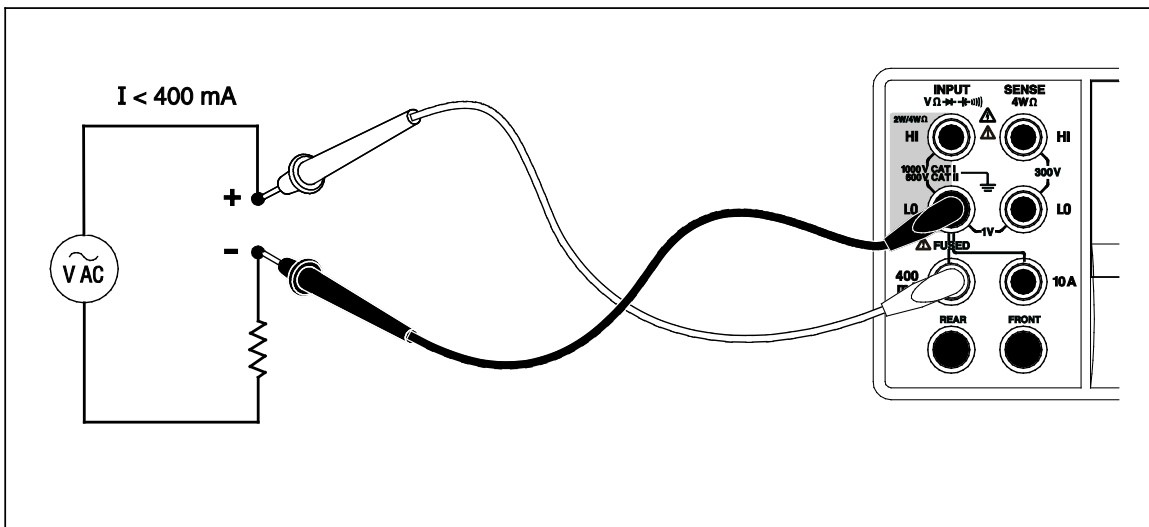
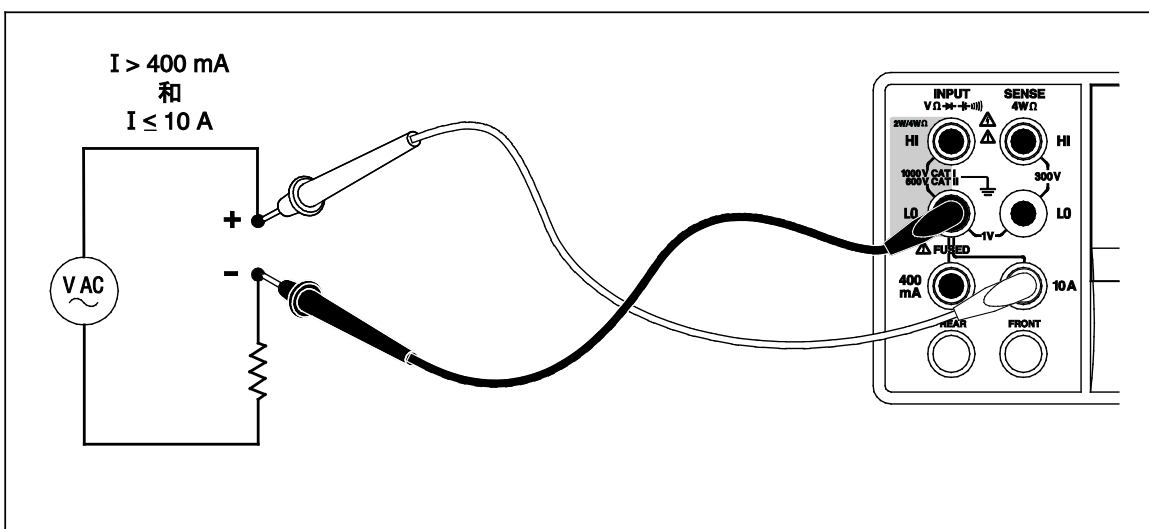

图 4-4. 低于400 mA 的电流测量的输入连接
图 4-5. 高于400 mA 的电流测量的输入连接
数字多用表可以测量高达 10 A 的交流和直流电流两个独立的输入连接器（共用 **LO** 连接器）被用来测量电流。为了获得最佳的分辨率，不超过 400 mA 的电流测量应该使用 **LO** 和 **mA** 输入连接器，如图 4-4 所示。
预期在 400 mA 和 10 A 之间的电流，应该使用 **Input LO** 和 **10A** 输入连接器进行测量，如图 4-5 所示。
1. 对于 400 mA 或更小的电流，请按如图 4-4 所示在数字多用表和被测电路之间连接测试线；对于最大 10 A 的电流，请按图 4-5 连接测试线。
- 根据预期电流的打消，按图 4-4 或图 4-5 所示，在数字多用表输入连接器和被测电路之间连接测试线。